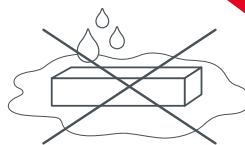

Рис. 3 .
- 4.8. Не размещайте источник в местах и нишах, где может скапливаться вода. Нахождение источника в воде (лужа, тающий снег) вызывает разрушающие электрохимические процессы (Рис. 3).